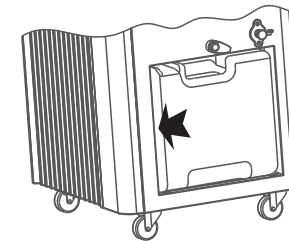

图15
4、水箱安装: 依水箱上部箭头朝机体内部, 将水箱放置在水箱底板上, 用力将水箱沿着底板及两边的限位, 沿箭头方向朝机体内侧滑动, 直至水箱滑动到位为止; 如图15